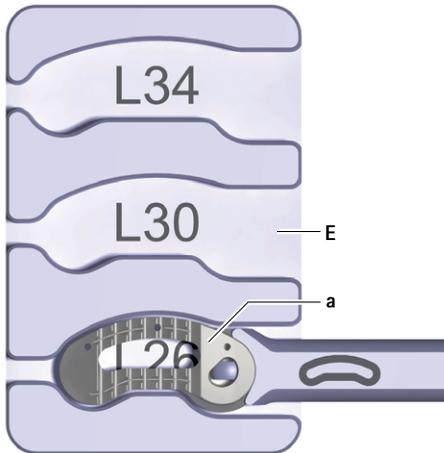

Afb. 8 Implantaat in stand 0
- ▶ Houd het proefimplantaat D in de stand 0 op het inbrenginstrument A, zie Afb. 8.
- Houd het implantaat in stand 0, zie Afb. 8.